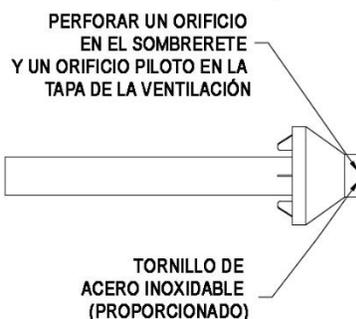

Figura 21: Ensamblaje del sombrero con la tubería de ventilación pequeña
- b. Cemente el sombrero con la tubería de menor diámetro (consulte la Figura 21).
- b. Cemente el sombrerete a la tubería de menor diámetro del kit (consulte la Figura 21).